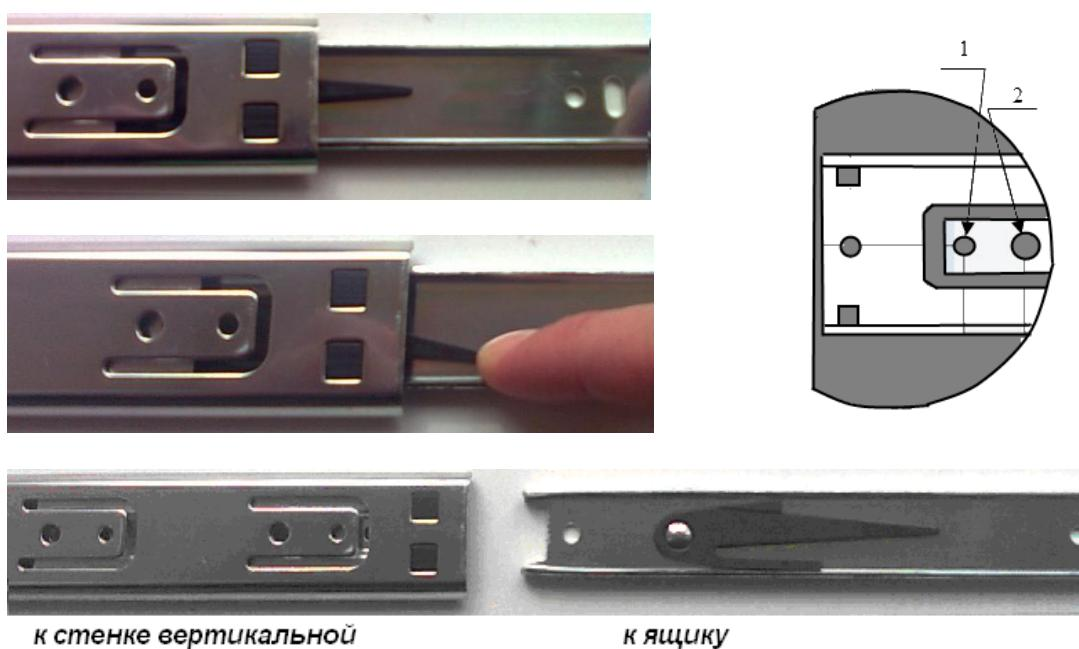

Рис. 2
4. На боковых стенках (73), (74) и перегородке (75) шурупами 3,5x13 закрепить два комплекта направляющих. На одной из сторон перегородки (75) крепление осуществляется в отверстия 1, на другой стороне – в отверстия 2. Ответные части направляющих закрепить на боковых стенках ящиков (см. рис.2 и 3).
5. Установить подпятники-гвозди на нижний щит (71).